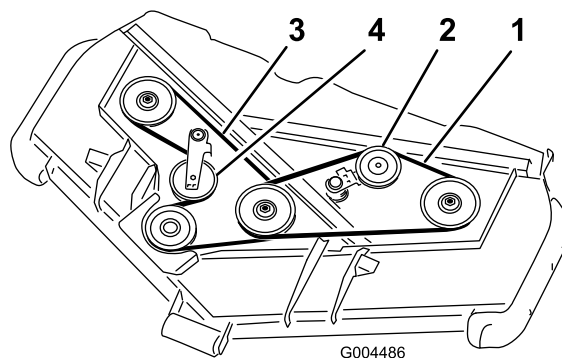

Figura 58
3. Utilizando uma alavanca ou ferramenta semelhante, afaste a polia intermédia da correia superior (Figura 58) da correia da transmissão superior para libertar a tensão da correia e permitir que esta saia das polias.
4. Utilizando uma alavanca ou ferramenta semelhante, afaste a polia intermédia da correia inferior (Figura 58) da correia da transmissão inferior para libertar a tensão da correia e permitir que esta saia das polias.
5. Coloque a nova correia à volta da polia da caixa de velocidades, polias do veio inferior e conjunto da polia intermédia, como se mostra em Figura 58.
6. Coloque a nova correia nas polias da barra superior e na estrutura da polia intermédia, como se mostra em Figura 58.